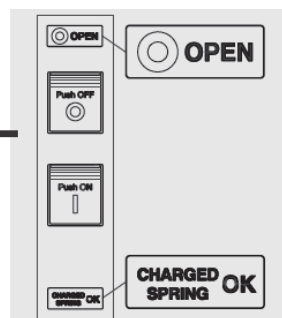

Fig. 37
Caricare le molle dell'interruttore tramite apposita maniglia e verificare che la segnalazione meccanica di molle cariche sia posizionata su "OK" (Fig. 37).
Load the springs switch by means of a special handle and verify that the reporting spring mechanics charges is positioned to "OK" (Fig. 37).
Laden Sie die Federn Schalter durch einen speziellen Griff und verifizieren dass die Berichterstattung Federmechanik Anklage erhoben wird auf „OK“ (Abb. 37).
Charger les ressorts changer au moyen d'une poignée spéciale et vérifier que le signalment mécanique des ressorts frais est positionné sur "OK" (Fig. 37).
Cargue los resortes cambiar por medio de un mango especial y verificar que los informes mecánica de primavera los cargos se colocan a "OK" (Fig. 37).
Ruotare la vite posta sul racking panel con un cacciavite e inserire la manovella nel relativo innesto. Fare riferimento alla Fig. 37. Interblocco di sicurezza:
Turn the screw on the racking panel with a screwdriver and insert the crank in the relative coupling Refer to Fig. 37. Interlock safety:
Drehen Sie die Schraube an der Regalplatte mit a Schraubendreher und setzen Sie den ein Kurbel in den Verwandten Kupplung Ref zu Abb. 37. Verriegelung
Tourner la vis sur le panneau de rayonnage avec un tournevis et insérez le manivelle dans le relatif couplage Référez-vous à Fig. 37. Verrouillage sécurité:
Gire el tornillo en el panel de estanterías con destornillador e inserte el manivela en el relativo acoplamiento Consulte la Fig. 37. Enclavamiento la seguridad:
STEP 4 Fig. 37